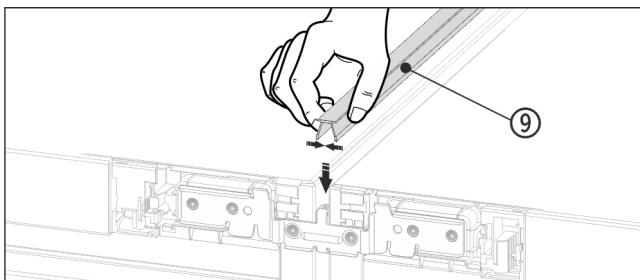

Fig. 19
- Tryck in den korta täcklisten Fig. 19 (9) i den horisontella spalten på ovensidan.